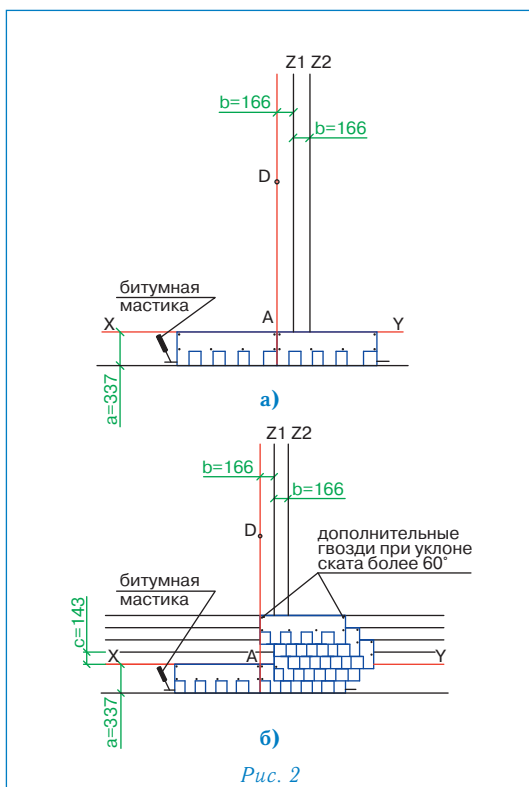

Рис. 2
Укладка материала (рис. 2)
- первый ряд черепицы укладывается от линии AD (рис. 2а);
- второй ряд укладывается от линии Z1 (со смещением 16,6 см от AD) (рис. 2б);
- третий ряд укладывается от линии Z2 (со смещением 16,6 см от Z1) (рис. 2б);
- четвертый ряд — от линии Z1 (рис. 2б);
- пятый ряд — от линии AD (рис. 2б);
Каждый лист черепицы МАСТЕР крепится 4 гвоздями таким образом, чтобы гвоздь прошивал и верхний край нижележащего листа черепицы МАСТЕР (рис. 2а,б).